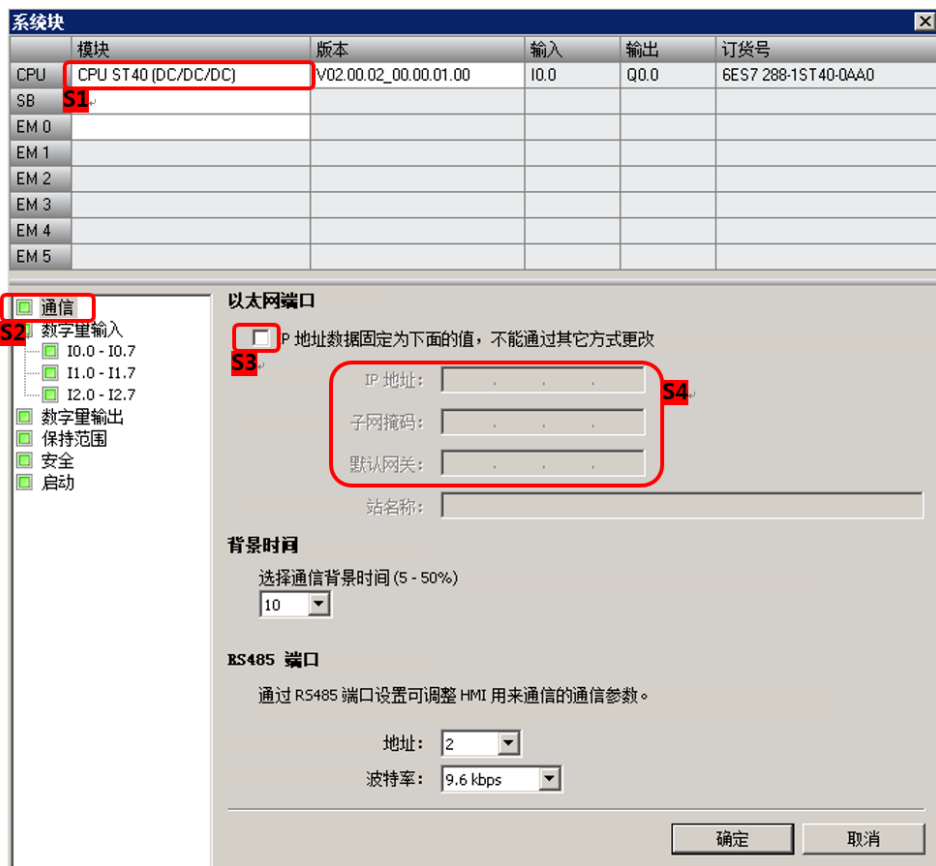

图 3
- i. 若需要配置 PLC 以太网通讯 IP 参数，请参考图 3；